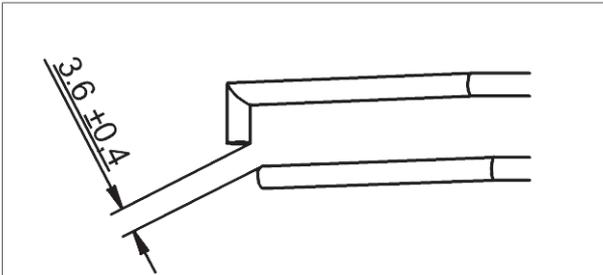

Figure 24 - Écart entre les deux électrodes
- b. L'écart entre les deux électrodes doit être égale à $3,6(\pm 0,4)$ mm (figure 24).